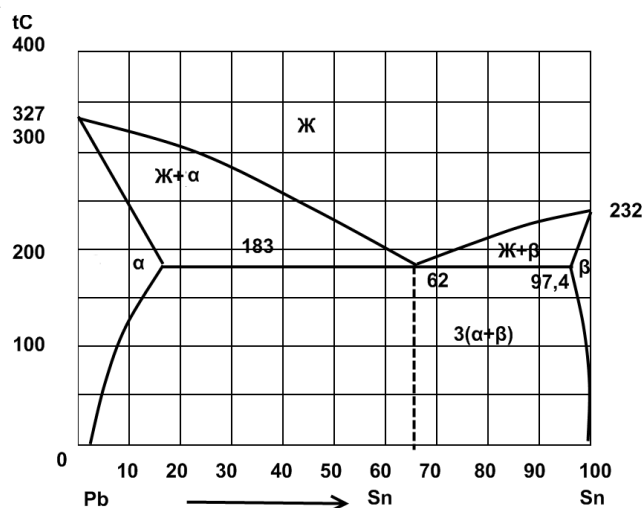

Рис. 4 Диаграмма состояния свинец – олово
2. Вычертите диаграмму состояния системы свинец — олово, опишите взаимодействие компонентов в жидком и твердом состояниях, укажите структурные составляющие во всех областях диаграммы состояния и объясните характер изменения свойств сплавов с помощью правил Курнакова (рис.4).